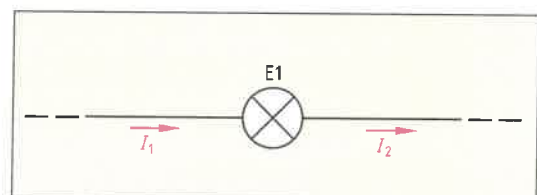

Bild 2: Stromstärke vor und hinter einem Verbraucher
- Vergleichen Sie die Stromstärke  $I_1$  vor und die Stromstärke  $I_2$  nach dem Verbraucher (Bild 2). Begründen Sie Ihre Antwort.